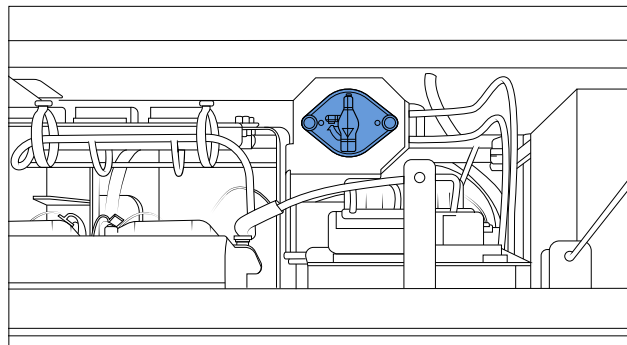

Figure 10 - Interrupteur de batterie basse tension
2. Mettez l'interrupteur de batterie hors tension pour désactiver le circuit basse tension (**Figure 10**).
- Placez l'interrupteur de batterie à "**OFF**" (voir Figure 10).